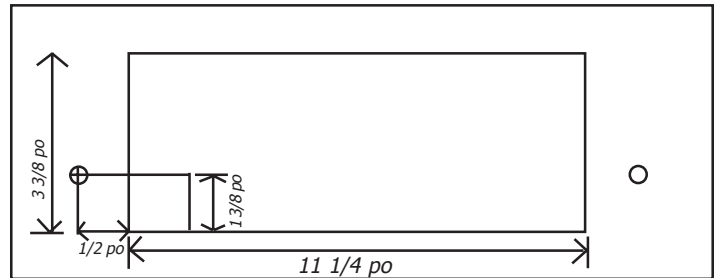

Figure 3 : dimensions de découpe pour l'installation de la télécommande
8. **Faire les découpes d'installation** à l'endroit désiré. Percer les trous pilotes pour les vis (2). Voir figure 3